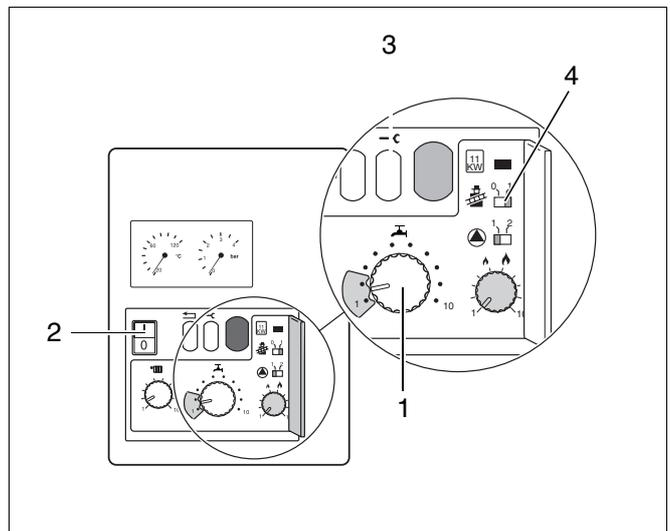

Fig. 27 Prerogolazione per "Controllo rapporto gas / aria"
- Regolare l'interruttore di rete (fig. 27, pos. 2) e l'interruttore spazzacamino (fig. 27, pos. 4) su "0".
- Quando il bruciatore si sarà messo in funzione dopo ca. 30 s, premere il tasto di servizio (fig. 27, pos. 3), fino a quando sul display apparirà "Y".
- Porre il regolatore per la temperatura dell'acqua calda (fig. 27, pos. 1) su "1".